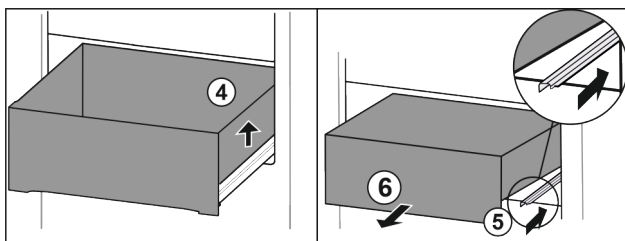

Fig. 89
- ▶ Levante el cajón por la derecha. Fig. 89 (4)
- ▶ Retraiga la guía derecha. Fig. 89 (5)
- ▶ Extraiga el cajón hacia adelante. Fig. 89 (6)